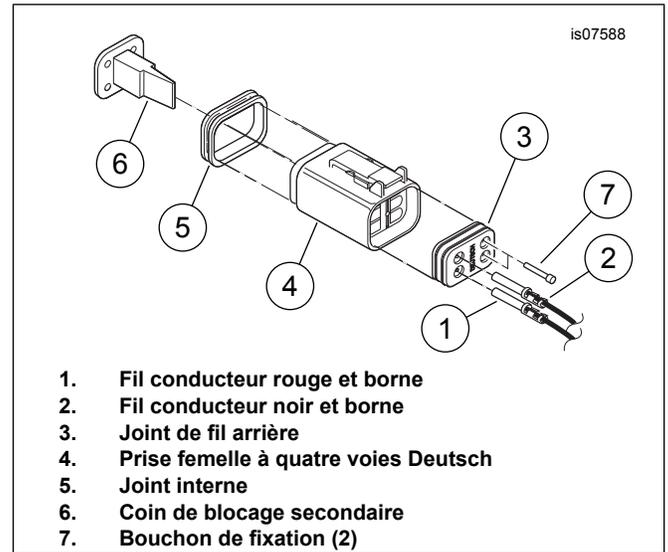

Figure 4. Introduire les bornes dans la prise femelle Deutsch
4. Voir la figure 4. Assembler le connecteur de dossier chauffant Deutsch. Consulter le manuel d'entretien.